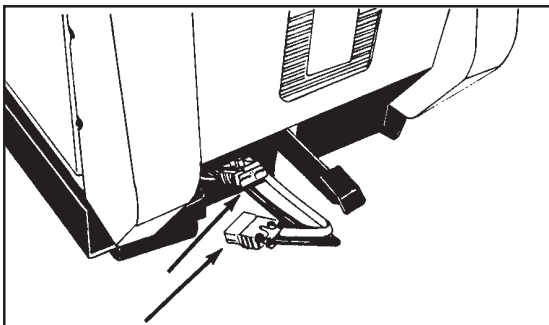

Figure 14
8. Join the connector from the battery pack to the connector on the control panel. See figure 14.
8. Reliez le connecteur du groupe des batteries au connecteur du tableau de commandes. Voir figure 14.